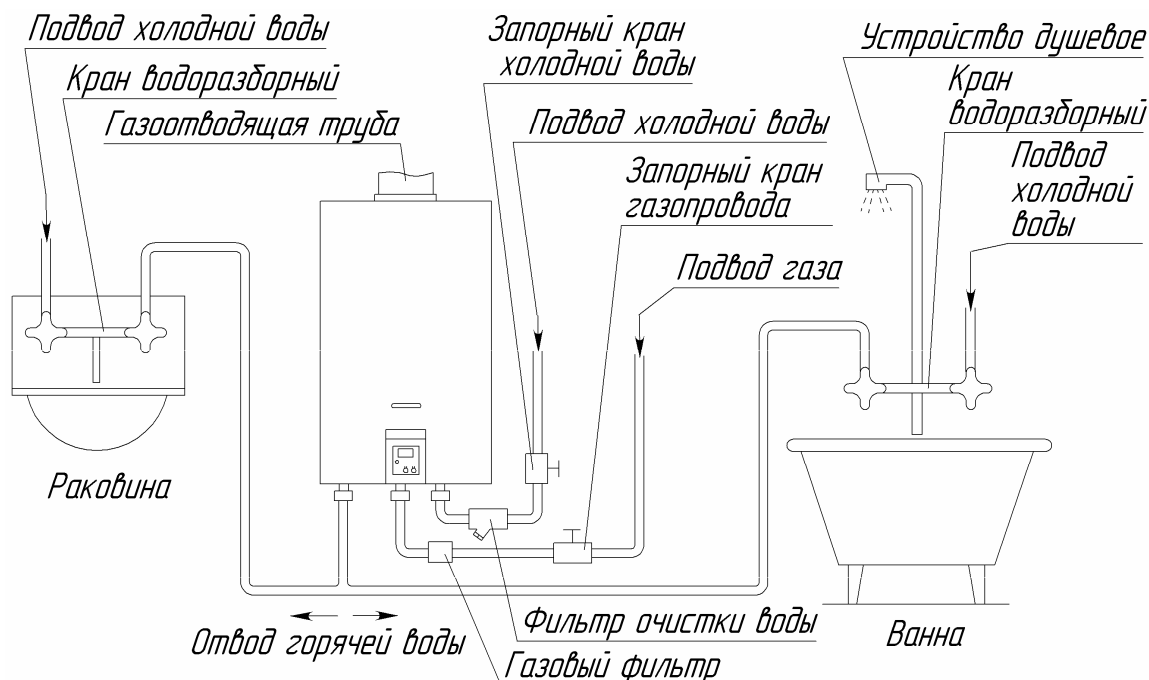

Рисунок 6. Схема установки аппарата
3.3.1. Для увеличения срока службы аппарата и улучшения его эксплуатационных характеристик рекомендуется устанавливать перед аппаратом фильтр очистки воды (см. рис. 6).
3.4.1. Для увеличения срока службы аппарата и улучшения его эксплуатационных характеристик рекомендуется устанавливать перед аппаратом газовый фильтр (см. рис. 6).